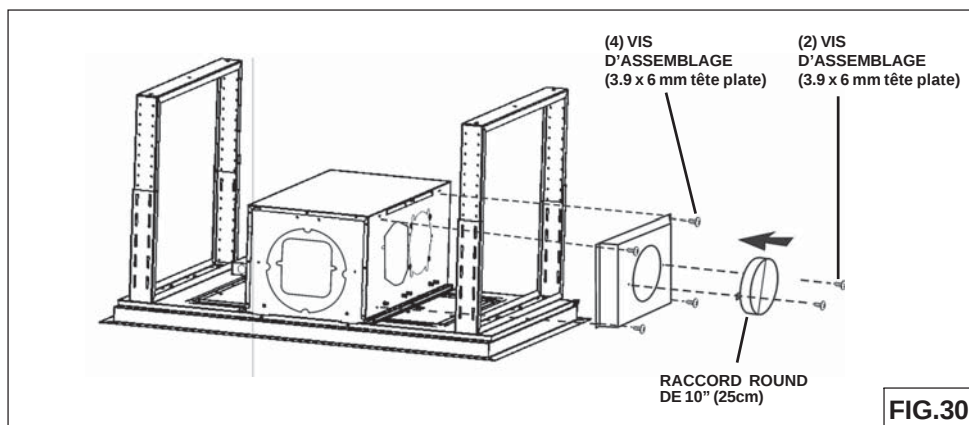

FIG.30
2. Fixez le raccord round de 10" (25cm) à la plaque en utilisant (2) vis de montage 3,9x6 mm (Fig.30). Fixez l'ensemble raccord/plaque à la hotte en utilisant (4) vis de montage 3,9x6 mm (Fig.30).